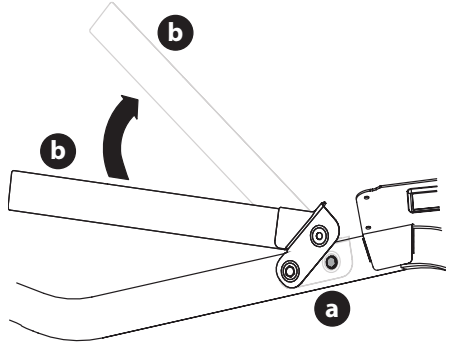

Fig. 3
1. Extraiga los dos tornillos de arandela hexagonal (a) que están instalados parcialmente en el bastidor (Fig. 3).
2. Gire el aro superior (b) hasta que quede en su posición (Fig. 3).